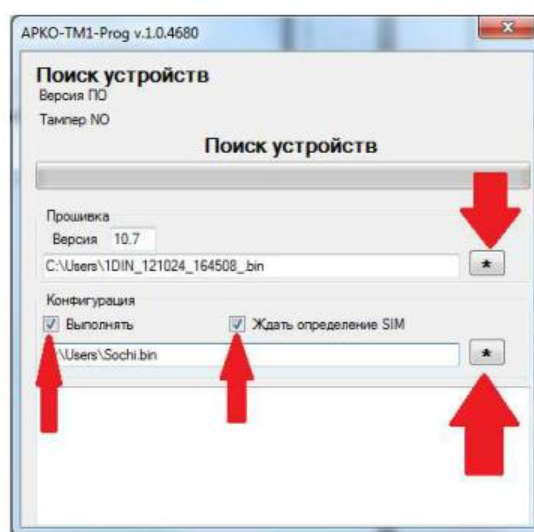

Рис. 3.8. Программатор TMI-Prog.exe
3.3. Выбрать в поле «Конфигурация» файл конфигурации поставить галочки «Выполнить» и «Ждать определение SIM» (рис. 3.8).